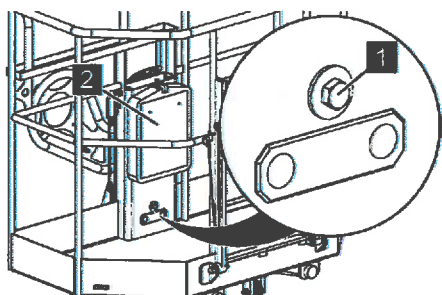

Abb. 78: Befestigungsschraube Arbeitskorb
12. Befestigungsschraube (Abb. 78/1) mit dem Einmaulschlüssel festschrauben.
14. Den Einmaulschlüssel wieder in der Dokumentenbox (Abb. 78/2) verstauen.